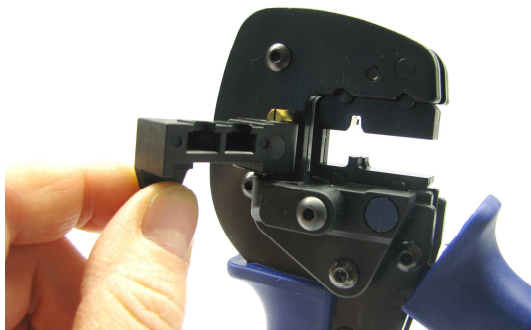

Abbildung 3
1. Vor dem Einlegen eines Kontaktes wird die Crimpzange vollständig geöffnet. Nun wird die Verriegelung durch Drehen geöffnet, der Kontaktpositionierer nach Vorn geschwenkt und der Kontakt bis zum Anschlag in den Positionierer geschoben. Es ist darauf zu achten, dass das U-Profil der Crimp- und Isolationsflanken nach oben in Richtung Crimper zeigen (siehe Abbildung 3 und 4).